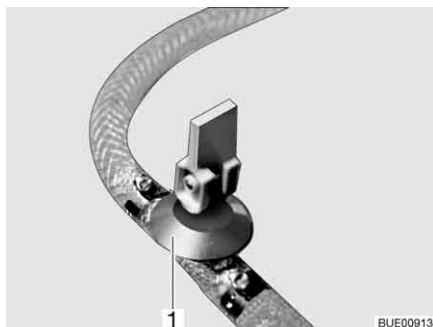
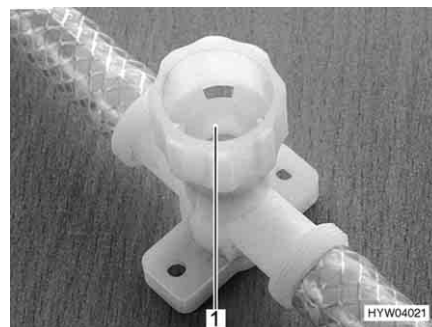

Bild 227 Avtappningskran (med vipparm)
Bild 228 Avtappningskran (med vred)
- Stäng alla avtappningskranar. Ställ för detta avtappningskranens vipparm (Bild 227,1) vågrätt eller vrid avtappningskranens kran (Bild 228,1) medurs.